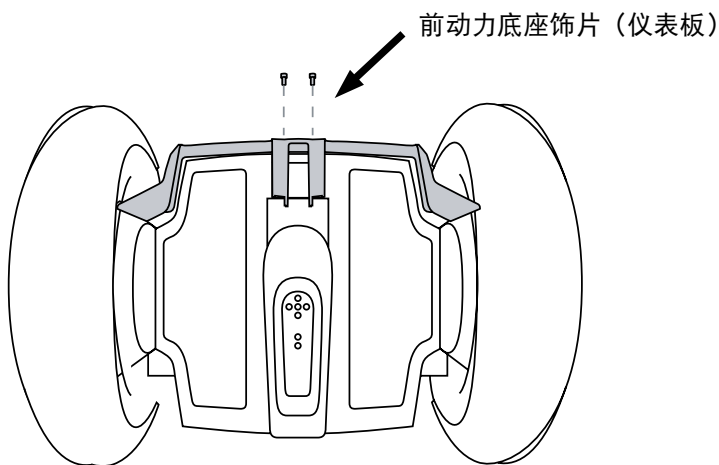

图 1. 拆下仪表板紧固件
2. 用 4 mm 六角扳手从前动力底座饰片（仪表板）上卸下 2 个紧固件。请参见图 1。